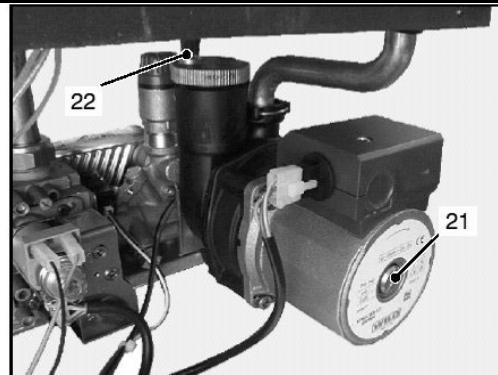

Fig. 6-2
- 3 Unscrew the cap on the automatic air purger valve 22 (Fig. 6-2) one full turn and leave open permanently.
- 6 Purge the air from the pump by unscrewing the pump plug 21 (Fig. 6-2); release the pump by turning the rotor in the direction indicated by the arrow on the information plate.
- 3 Отверните колпачок на автоматическом спускнике воздуха 22 (рис. 6.2) на 1 полный оборот и оставьте его в этом положении.
- 6 Спуските воздух из насоса, открутив винт 21 (рис. 6.2); разблокируйте насос, поворачивая ротор в направлении, указанном стрелкой на информационной табличке.